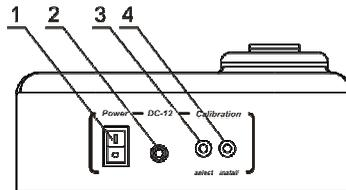

Fig.2 Pannello posteriore
- In alternativa, collegare l'alimentatore esterno alla presa (fig.2/2) situata sul lato posteriore dell'unità.
- 3.4.2. Accendere l'unità con l'interruttore **Power** (Fig.2/1) situato sul pannello posteriore (posizione I).
- 3.4.3. Premere il pulsante **Select** (fig.2/3) situato sul retro dell'unità (per premere i pulsanti **Select** e **Install** servirsi di uno spillo sottile con un diametro massimo di 2 mm). Sul display comparirà l'indicazione lampeggiante "- - -" e l'unità è pronta per memorizzare il valore del primo punto di calibrazione, ossia l'alloggiamento vuoto.
- 3.4.4. Premere il pulsante **Install** (fig.2/4), il valore di calibrazione relativo all'alloggiamento vuoto verrà salvato nella memoria dell'unità e verrà visualizzato il successivo valore di calibrazione (indicazione lampeggiante "0.00").
- 4.2. Accendere l'unità con l'interruttore **Power** (Fig.2/1) situato sul pannello posteriore (posizione I).